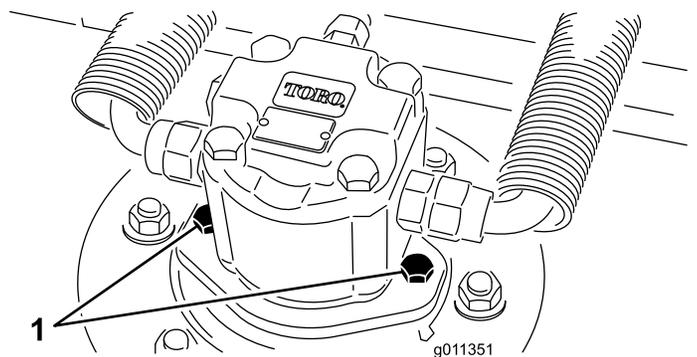

Figura 84
2. Scollegate e staccate il motore idraulico dal piatto di taglio (Figura 84). Coprite la parte superiore del mandrino per impedire che venga contaminato.
4. Montate il motore idraulico sul piatto di taglio (Figura 84). Verificate che l'O-ring sia in sede e non sia danneggiato.